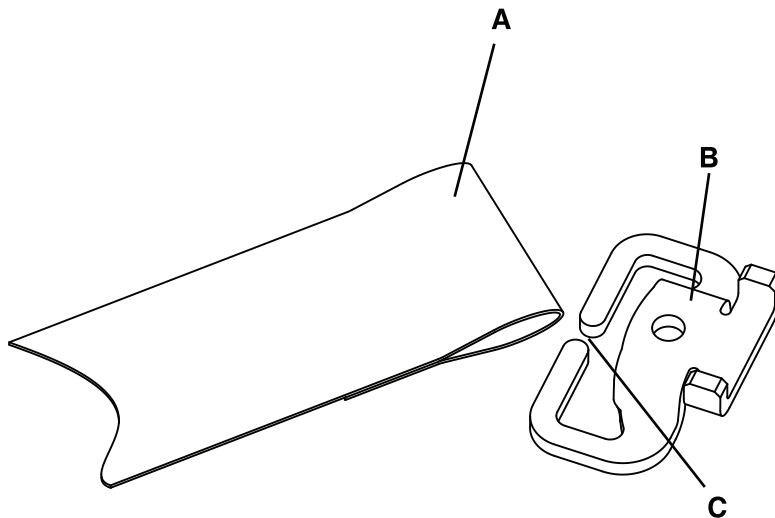

Figura 5-35: Remoção do cinto ventral
1. Com uma mão, agarre na extremidade presa ao suporte (A). Com a outra mão, agarre no suporte (B) (Figura 5-35 na página 5-56).
2. Aperte a extremidade com alça no suporte e manuseie-a através da ranhura (C) do suporte para remover o cinto (Figura 5-35 na página 5-56). Elimine o cinto.